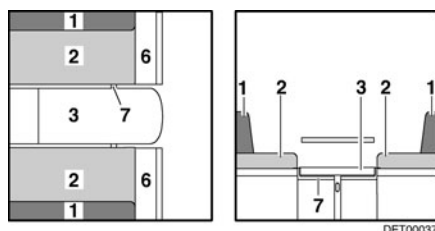

Fig. 106 Durante la transformación
- Plegar la prolongación del banco de asiento (Fig. 106,6) hacia arriba y colocar una cuña con la trampilla.